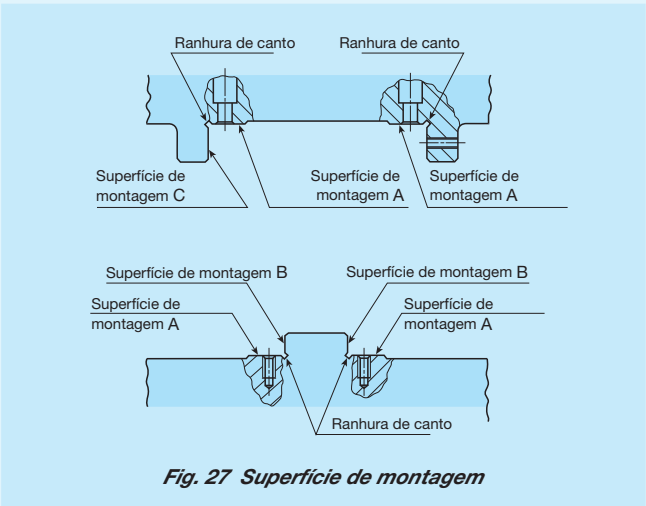

Fig. 27 Superfície de montagem
- Ao apertar bem a guia junto a superfície B (consulte a Fig. 27) aperte totalmente os parafusos com o torque especificado.